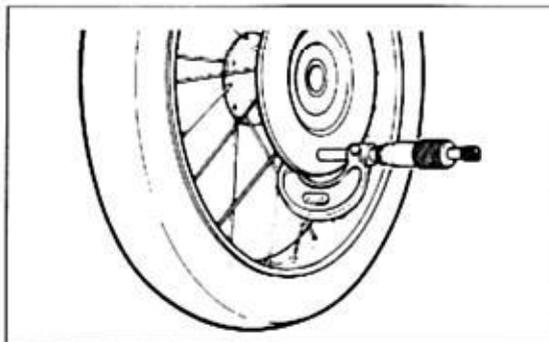

Bild 165
- Stärke der Bremsscheiben mit Mikrometer messen (Bild 165). Verschleissgrenze vorn: 4,5 mm; hinten: 5,5 mm.